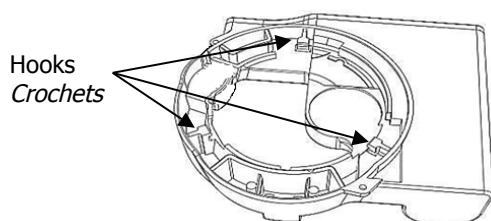

fig.5
- IZAR PULSE H features 3 fastening hooks (fig.5) to mount the module on the meter of the Diehl Metering modular range.
- *Afin d'assurer le maintien du module sur les compteurs de la gamme modulaire Diehl Metering, IZAR PULSE H est équipé de 3 crochets de maintien (fig.5).*